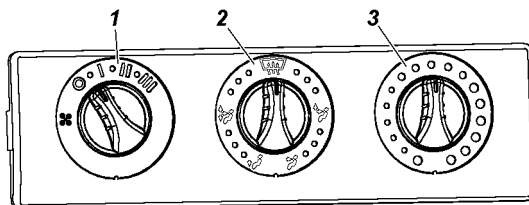

Рис. 3.11. Пульт управления отопителем:
Для подогрева поступающего в салон воздуха поверните рукоятку 3 (рис. 3.11) по часовой стрелке. Рукояткой 2 можно изменять направление потока воздуха согласно пиктограммам, нанесенным на лимб рукоятки:
Приточная вентиляция салона осуществляется по тем же каналам при крайнем положении против часовой стрелки ручки 3 (см. рис. 3.11). Вытяжная вентиляция осуществляется за счет отверстий в задней обивке крыши и внутренней панели проема двери задка, через опускаемые стекла дверей, а также через люк крыши при его наличии.
2. Установите рукоятку 3 (см. рис. 3.11) управления краном отопителя в положение “Закрыто”.
4. Рукояткой 1 (см. рис. 3.11) выключателя вентилятора отопителя выберите желаемую скорость вращения вентилятора. При нахождении рукоятки в положении “О” вентилятор
3. Если при работе кондиционера рукоятка 1 (см. рис. 3.11) выключателя вентилятора отопителя салона была установлена в положение “I”, “II” или “III”, то в этом случае после выключения кондиционера автоматически включается режим вентиляции салона.